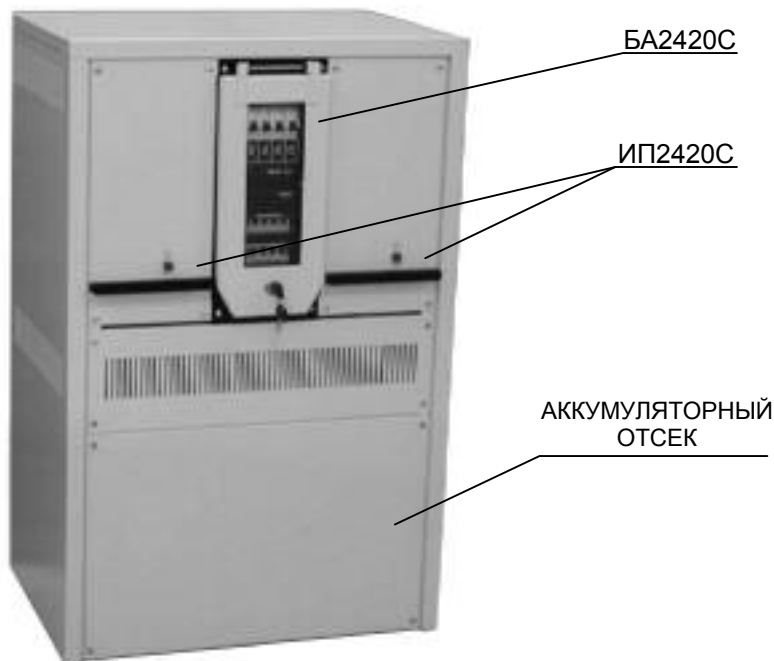

Рисунок 1.
5.1 ИБП представляет собой модульную электропитающую установку, собранную в одной металлической стойке (см. рисунок 1). Горячее резервирование по типу N+1 достигается параллельным соединением блоков питания.